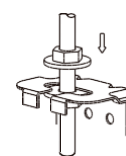

Fig.5-7
- Fixați ferm unitatea ventiloconvectorului strângând piulițele după ce ați reglat bine poziția corpului. (vezi fig. 5-7)